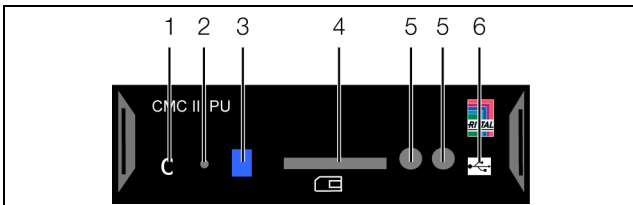
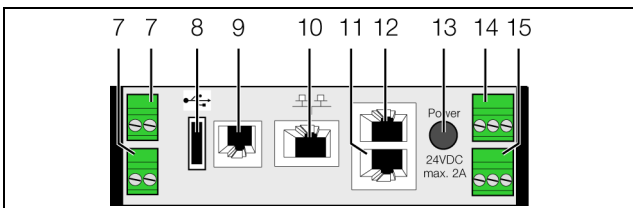

Abb. 10: Frontseite der CMC III PU
Abb. 11: Rückseite der CMC III PU
In der Front der CMC III PU ist eine Multi-LED zur Statusanzeige integriert (Abb. 10, Pos. 3). Des Weiteren sind auf der Rückseite am CAN-Bus-Anschluss (Abb. 11, Pos. 11 und 12) sowie an der Ethernet-Schnittstelle (Abb. 11, Pos. 10) weitere LEDs angeordnet.
- Schließen Sie das Gerät mit einem Netzkabel über die Ethernet-Schnittstelle an Ihren Computer an (Abb. 11, Pos. 10).
- Verbinden Sie die CMC III PU mit einem Netzkabel mit Ihrem Ethernet-LAN (Abb. 11, Pos. 10).